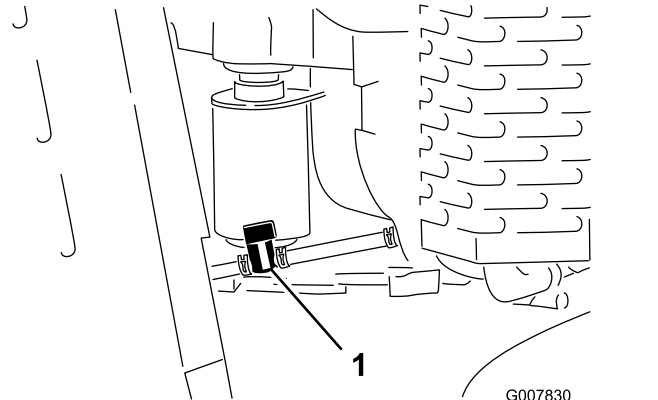

Bild 38
3. Schließen Sie den Kraftstoffhahn (Bild 38).
4. Drücken Sie die Enden der Schlauchklemme an der Motorseite des Kraftstoffhahns zusammen und schieben Sie ihn an der Kraftstoffleitung vom Ventil weg (Bild 38).
5. Ziehen Sie die Kraftstoffleitung vom Ventil (Bild 38).
7. Drehen Sie den Kraftstoffhahn in die geöffnete Stellung (Bild 38).